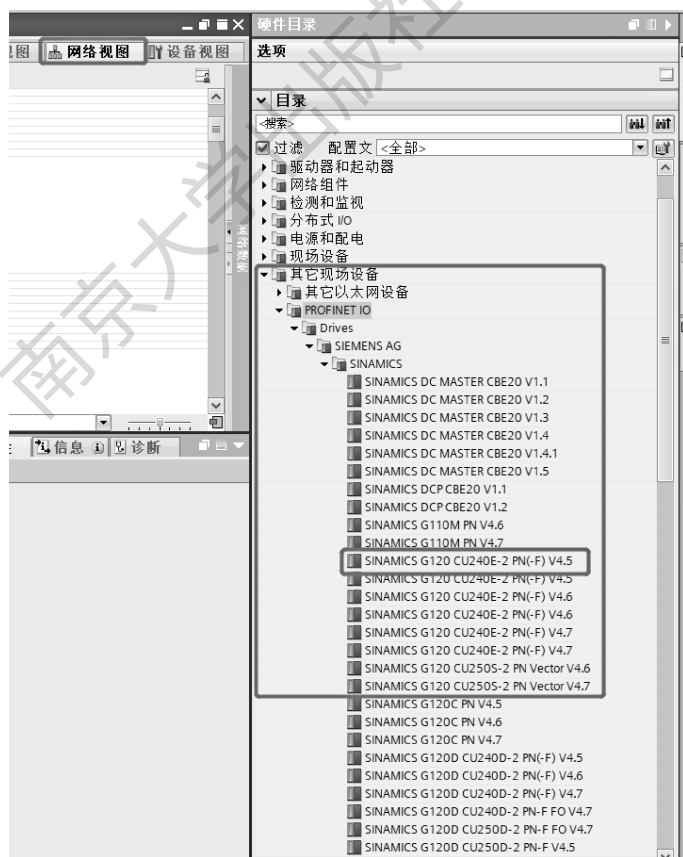

图 1-22 添加 G120 CU240E-2 PN(-F) V4.5
(1) 点击进入网络视图,如图 1-22 所示,在网络视图添加 G120 CU240E-2 PN(-F) V4.5。